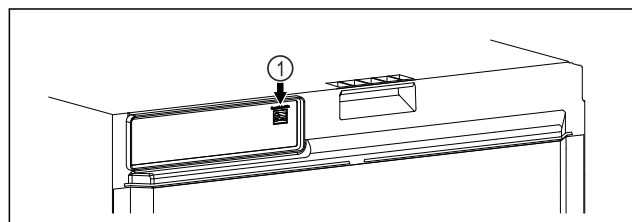

Fig. 109
- SmartModule Fig. 109 (1) er installert.